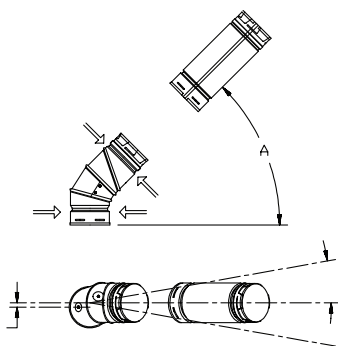

Figure 21
**4. Déviations de 45° avec coudes de 90°.** La *Figure 21* montre un coude réglable de 90° utilisé pour réaliser une déviation de 45°.